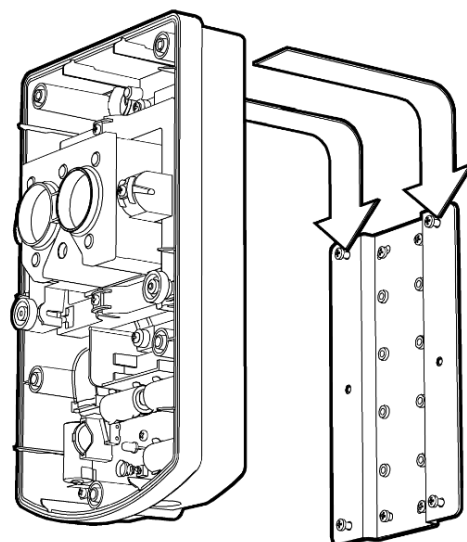

Рис. 3
- на, предварительно установленный (на стене, потолке) Кронштейн СПНК.301568.006 через Пластику монтажную СПНК.301716.003 из комплекта поставки Кронштейна (см. рис. 3).